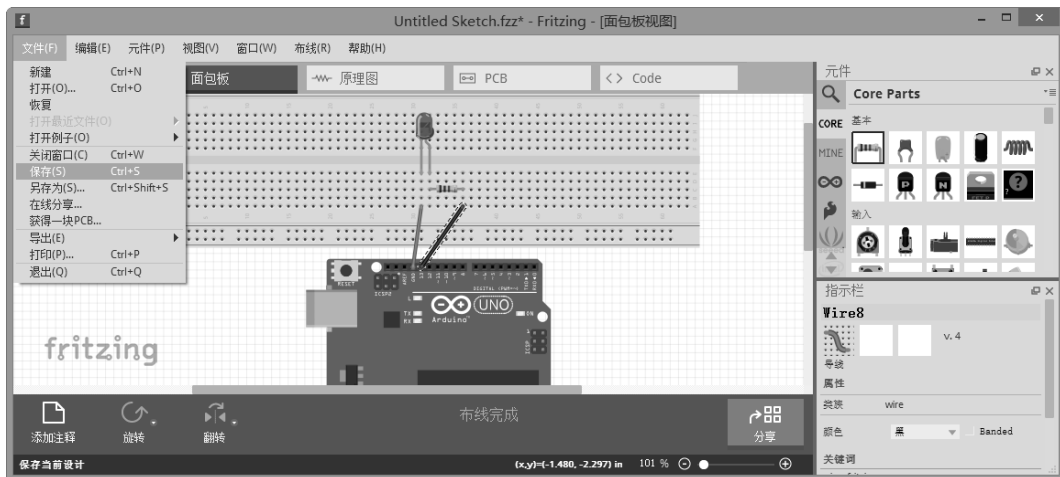

图 1-44 保存文件
(7) 保存文件。点击【文件】菜单，选择【保存】菜单项，如图 1-44 所示。